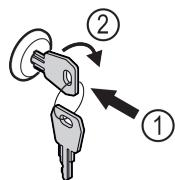

Fig. 192
- Ispauskite raktą Fig. 192 (1).
- Pasukite raktą 90° pagal laikrodžio rodyklę Fig. 192 (2).